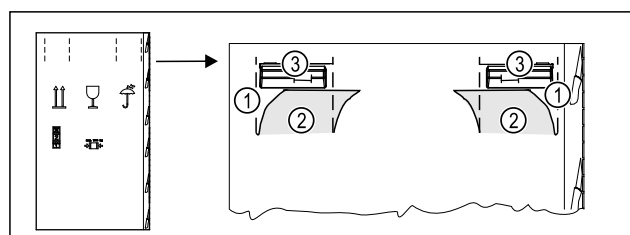

Fig. 5
- ▶ Wcisnąć górną część kartonu opakowaniowego w miejscu perforacji Fig. 5 (1).
- ▶ Wyciągnąć wciśnięte zakładki Fig. 5 (2).
- ▶ Uchwyt do przenoszenia Fig. 5 (3) jest widoczny po prawej i lewej stronie.
- ▶ Przytrzymać urządzenie za uchwyty do przenoszenia Fig. 5 (3).